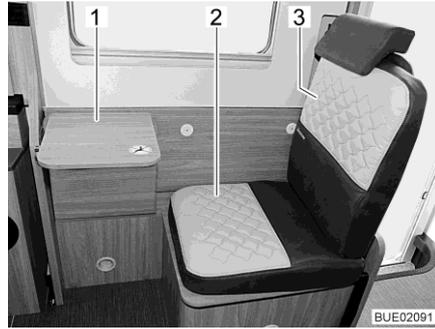
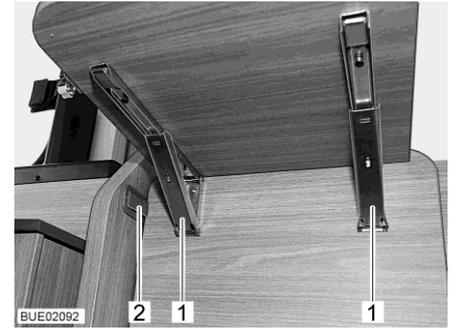

Fig. 24 Asiento adicional con mesa plegable
Fig. 25 Pestañas en la mesa plegable
- Instalar el cojín del asiento incluido (Fig. 24,2) y el cojín del respaldo (Fig. 24,3).
- Girar la parte delantera del banco longitudinal hacia arriba hasta que encaje en la pestaña de plástico (Fig. 25,2).
- Plegar el tablero de la mesa hacia abajo: Desbloquear ambas pestañas (Fig. 25,1) y girar el tablero de la mesa (Fig. 24,1) hacia abajo.